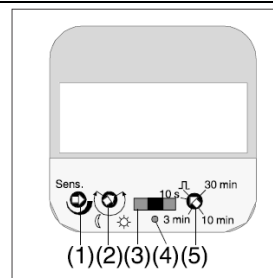

Bild 27
- ① Der Automatik-Schalter verfügt über einen internen Algorithmus, der eine automatische Anpassung an die Umgebungsbedingungen durchführt. Damit werden ungewollte Schaltungen nahezu ausgeschlossen.
- ① Das Potentiometer sollte im Normalfall auf maximale Empfindlichkeit eingestellt sein (Bild 27).
- ① Sollte es in Ausnahmefällen notwendig sein, besteht die Möglichkeit die Empfindlichkeit manuell zu verändern (siehe oben).
- ① Der interne Algorithmus zur Vermeidung von ungewollten Schaltungen ist weiterhin aktiv. Lediglich die „Grundempfindlichkeit“ ist verschoben.